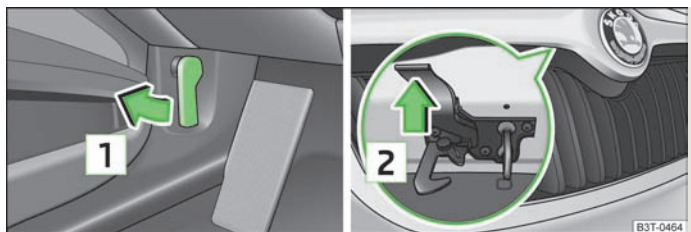

Fig. 141 Palanca de desbloqueo del capó/rejilla del radiador: Palanca de desbloqueo
- Tirar de la palanca de desbloqueo ubicada debajo del cuadro de instrumentos **1** » fig. 141.
- Presionar la palanca de desbloqueo en la dirección de la flecha **2** » fig. 141, el capó se desbloquea.